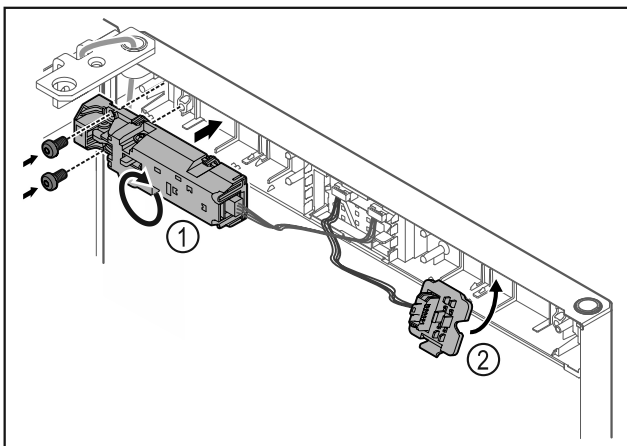

Fig. 23
- Otočte dálkový zámek Fig. 23 (1) o 180° a upevněte jej na protější straně.
- Zaklapněte držák zástrčky Fig. 23 (2) na protější straně.